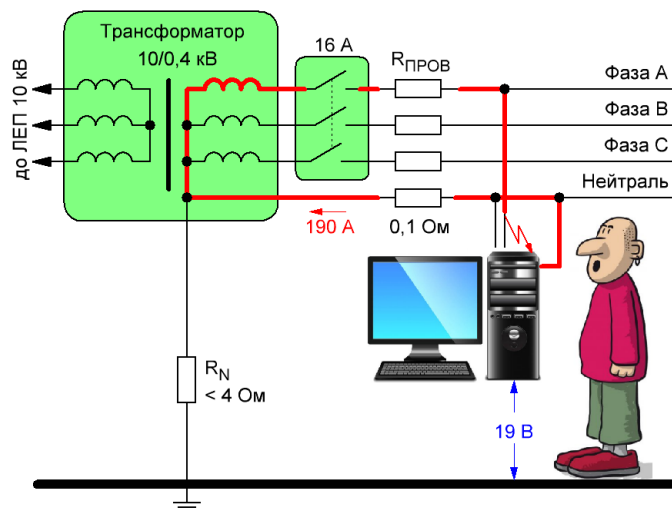
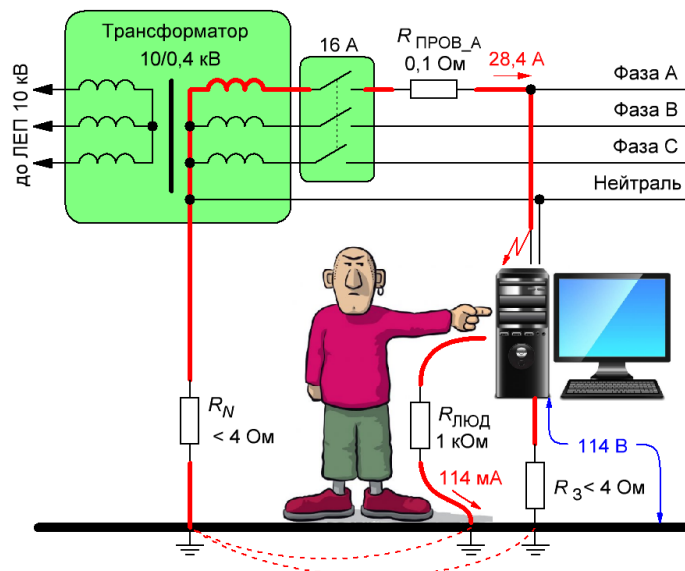

Рисунок 1– Шлях протікання електричного струму при пошкодженні ізоляції в обладнанні із зануленим корпусом
Рисунок 2 – Шлях протікання електричного струму при пошкодженні ізоляції в обладнанні із заземленим корпусом
Результат протікання змінного електричного струму з частотою 50/60 Гц залежить від його величини та часу його дії (рис. 2). Як видно з рисунка, струм менше 0,5 мА, що протікає найбільш небезпечними шляхами (рука-рука, рука-ноги, голова-руки, голова-ноги), більшістю людей практично не відчувається. При струмі 0,5...2 мА виникають неприємні відчуття у вигляді поколювання або сверблячки в місці контакту. Струм більшої величини стає причиною чітких болів, сила яких пропорційна величині струму. При струмі більше 10 мА різко виникає ризик появи настільки сильних судом, що людина, в більшості випадків, не може самостійно звільнитися від його впливу, а тривалий вплив струму більше 50 мА може призвести до паралічу дихання і фібриляції серця. А це означає, що струм 230 мА, отриманий в результаті розрахунків за формулою (2), цілком може стати причиною найнеприємніших подій і для людини, яка потрапила під його вплив, і для його родичів.
Насправді, у формулі (36) має бути більше компонентів, у тому числі й активні та індуктивні опори обмоток трансформатора, автоматичного вимикача, тощо. Однак на практиці результат буде приблизно однаковим: якщо корпус приладу занулений, то пошкодження ізоляції будь-якої з фаз призведе до фазного короткого замикання, в результаті якого спрацює захист від перевантаження по струму і електроустановка буде знеструмлена (рис. 1).
Розглянемо найгірший випадок, коли і опір у колі заземлення нейтралі R_N , і опір у колі заземлення корпусу R_3 рівні максимально допустимому для систем з лінійною напругою до 400 В значенню – 4 Ом (рис. 2). При таких опорах у колі пошкодженої фази виникне струм короткого замикання $I_{КЗ}$, що дорівнює:
Може здатися, що використання окремого проводу для захисту не відрізняється від занулення в точці установки обладнання. Однак це враження оманливе і, незважаючи на схожість двох видів захисту (див. рис. 1 та рис. 2), між ними є серйозні відмінності.